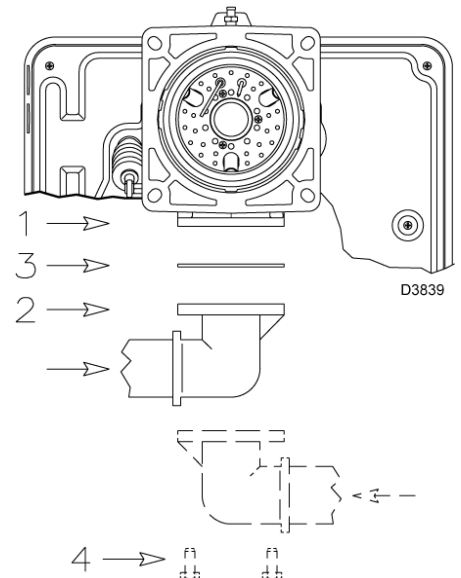

Рис. 19
- Рампа может присоединяться как слева, так и справа, как вам удобнее, смотри рисунок 19.
- Газовая рампа присоединяется к разъему для газа (1) (рисунок 19) с помощью фланца (2), прокладки (3) и винтов (4), которые входят в комплект поставки горелки.